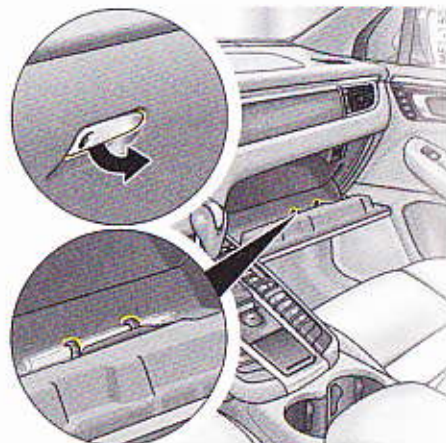

Fig. 222 : Ouverture de la boîte à gants
- ▶ Tirez la poignée (Fig. 222) et ouvrez le couvercle.